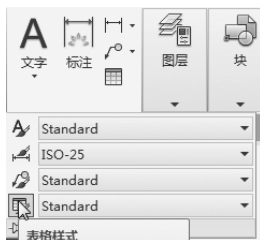
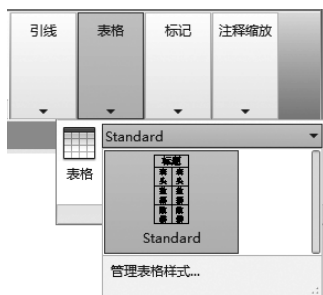

图 8-29 “注释”面板
图 8-30 “表格”面板
- 功能区: 单击“默认”选项卡“注释”面板中的“表格样式”按钮  (图 8-29), 或单击“注释”选项卡“表格”面板上的“表格样式”下拉菜单中的“管理多重引线样式”命令 (图 8-30), 或单击“注释”选项卡“表格”面板中“对话框启动